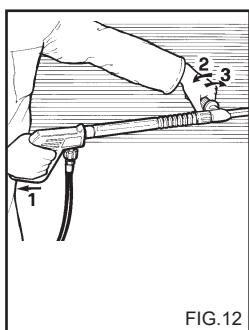
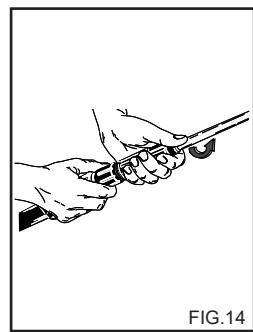

FIG.12
FIG.14
## BRUK AV DUBBELT MUNSTYCKET ELLER STÄLLBART MUNSTYCKSHUVUD. (fig. 12)
**2) Avlägsna förlängningen från handtaget och sätt i det dubbla sprutröret eller sprutröret med det reglerbara huvudet (fig.14). Sätt på rengöringsmaskinen, aktivera rengöringsmedlets suganordning på sprutröret (fig. 12, 13) och fördela det på ytan som ska tvättas nerifrån och upp.**